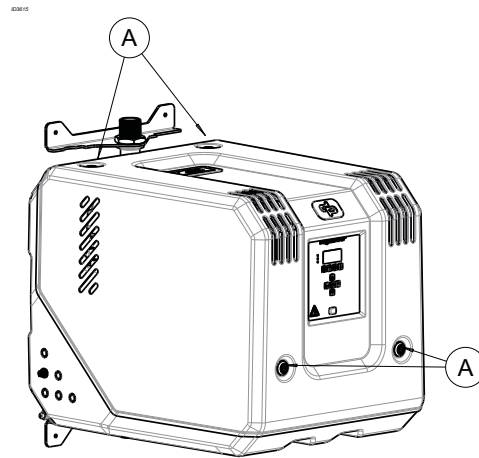

Figure 9: Démontage du capot
- Desserrez les 4 verrous (A) - voir fig. 9 Démontage du capot ;